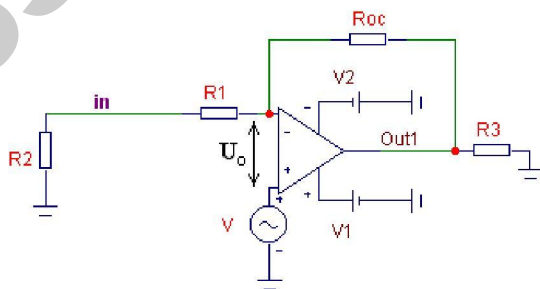

Рисунок 3.35 - Неинвертирующий усилитель
2. Неинвертирующий усилитель (рисунок 3.35).